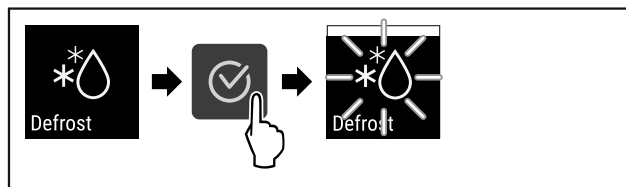

Fig. 96
- Eseguire i passi (vedere Fig. 96).